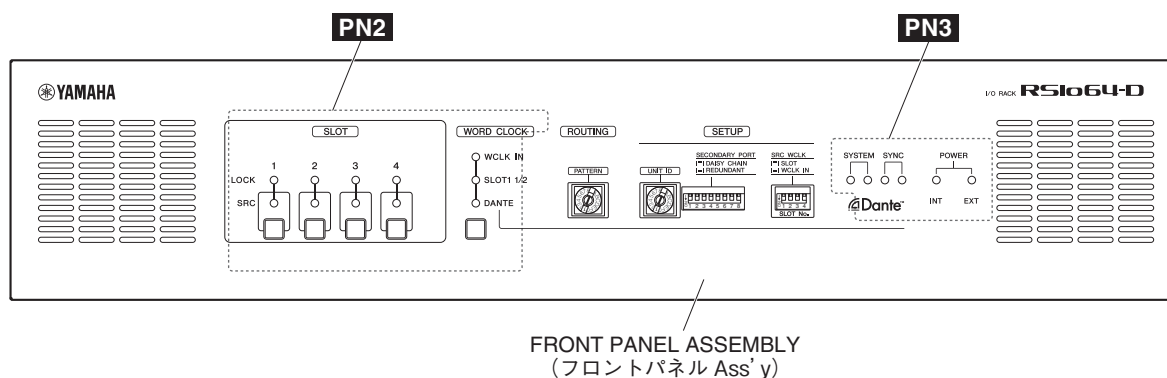

Fig. 8 (図8)
- 15-3 See Fig. 8, and remove either the PN2 circuit board or PN3 circuit board from the location of the LED lens to be replaced. (See procedure 14-4, 14-5)
- 15-3 図 8 を参照して、交換する LED レンズの箇所の PN2 シートまたは PN3 シートを外します。(14-4、14-5 項参照)